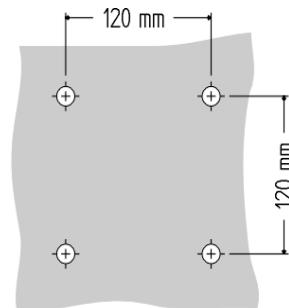

Fig. 8
- haga en la pared 4 agujeros ø 8 profundos 45 mm como se muestra en la Fig. 8;